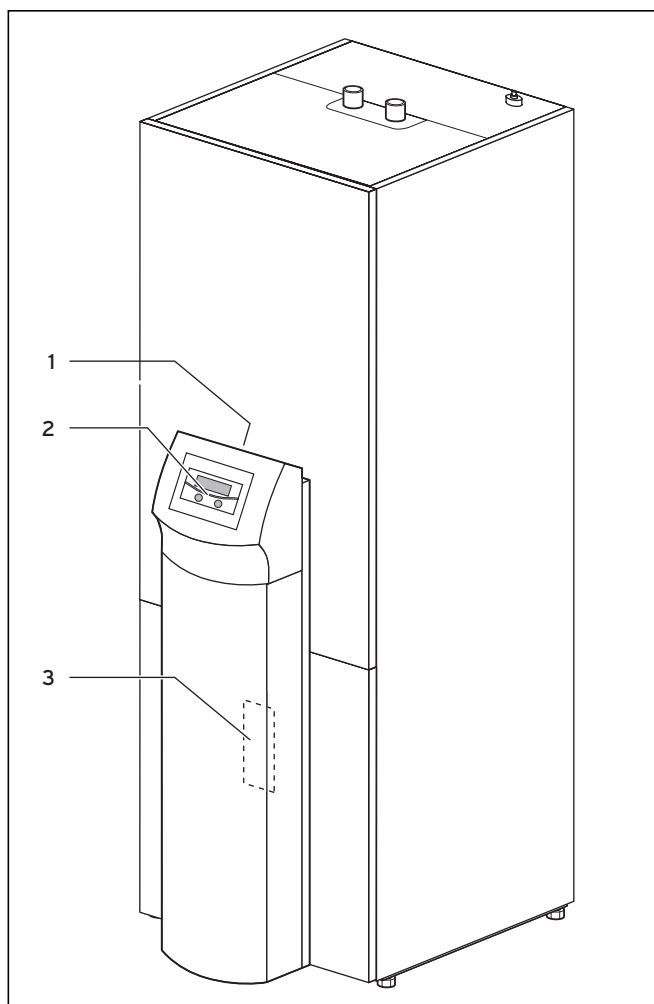

Bild 2.5 Framsida VWS
Värmepumpens typbeteckning finns på dekalen (se bild 2.5, pos. 1) på pelarens ram.
Teckenförklaringar till bild 2.5